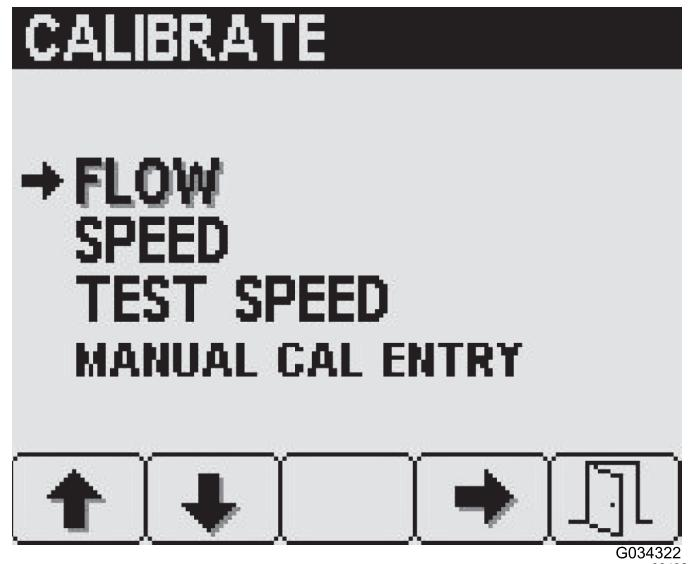

Bild 31
2. Für den Zugriff auf den Bildschirm „Flow“ drücken Sie die Taste 4 auf dem Bildschirm „Kalibrierung“ (Bild 31), um „Flow“ auszuwählen.
2. Drücken Sie für den Zugriff auf den Bildschirm „Speed“ die Taste 2 auf dem Bildschirm „Kalibrierung“, bis Sie „Speed“ erreichen und drücken Sie Taste 4 (Bild 31), um „Speed“ auszuwählen.